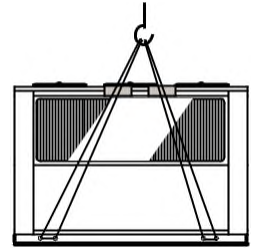

Рис. 2
4. Взимку потрібен навіс покрівлі для захисту теплового насоса від снігу (див. Рис. 2)